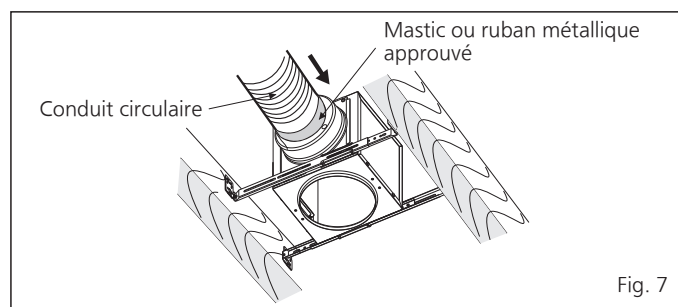

Fig. 7
10. Installez un conduit circulaire et fixez-le avec des pinces ou des attaches, et scellez-le avec du mastic ou du ruban métallique approuvé. Un conduit circulaire de 4 ou 6 pouces est requis pour se connecter à la partie appropriée de l'adaptateur. (Voir Fig. 7)